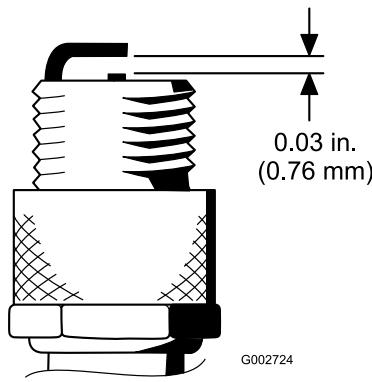

図 44
4. エア・ギャップを 0.76mm に調整する（図 44）。